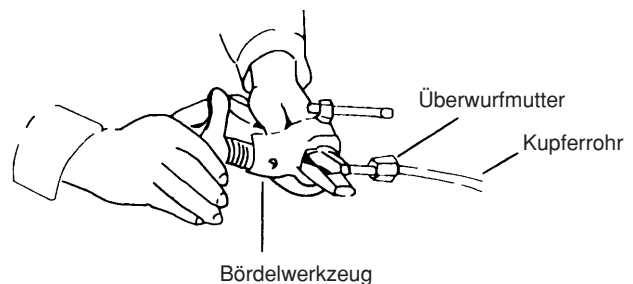

Abb. 4-3
- Rohrende mit einem geeigneten Werkzeug bördeln. * (Abb. 4-3)